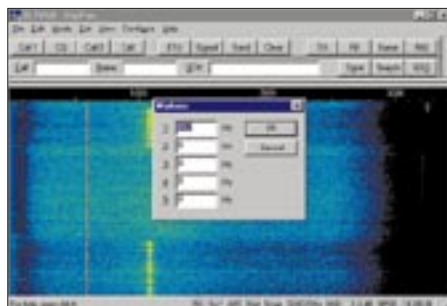

Bild 4: Fenster für die Eintragung des Markers, der sich als rote Linie abzeichnet
2. Einstellung des ersten Markers auf die Überlagerungsfrequenz *Pitch* des Transceivers: Gemäß Bild 4 Menü *View (Configure)* öffnen, um dann im Untermenü *Set markers (Markers)* beispielsweise *600 Hz* einzutragen.